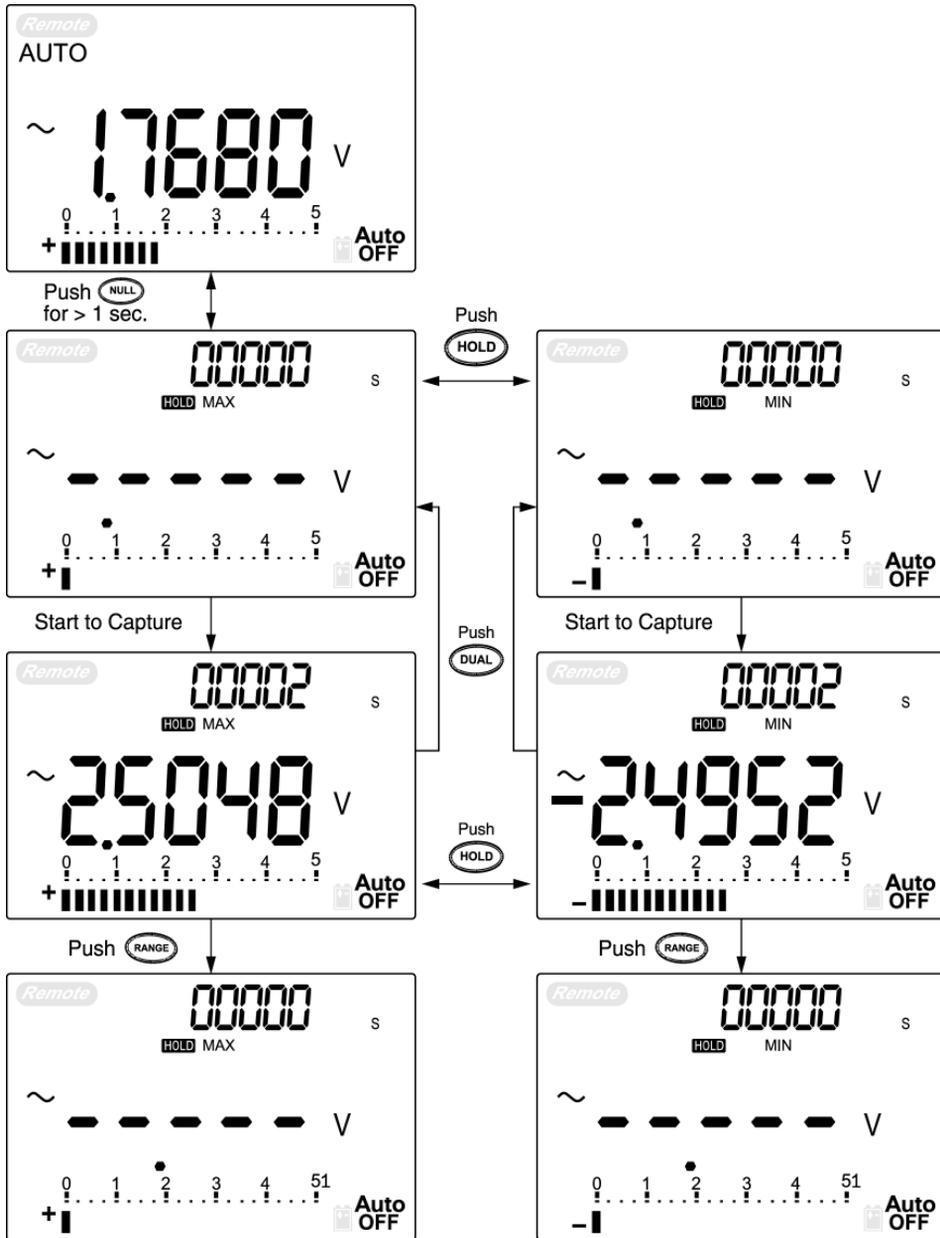

Abbildung 22 1-ms-Spitzenwert-Haltemodus
- 4 Gemäß den Messungen in **Abbildung 22** ist der Spitzenfaktor  $2.5048/1.768 = 1.416$ .